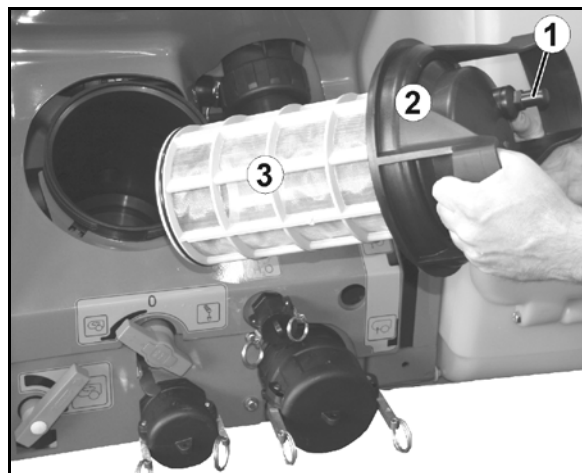

Fig. 147
2. Fjern trykkfilteret (Fig. 147/1) og rengjøre det med vann.